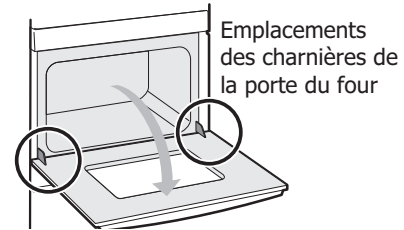

Figure 40 : Emplacement des charnières de la porte
1. Ouvrez complètement la porte du four de façon à ce qu'elle soit parallèle au sol (Voir Figure 40).
3. Ouvrez complètement la porte du four, de manière à ce qu'elle soit parallèle au sol (Voir Figure 40).